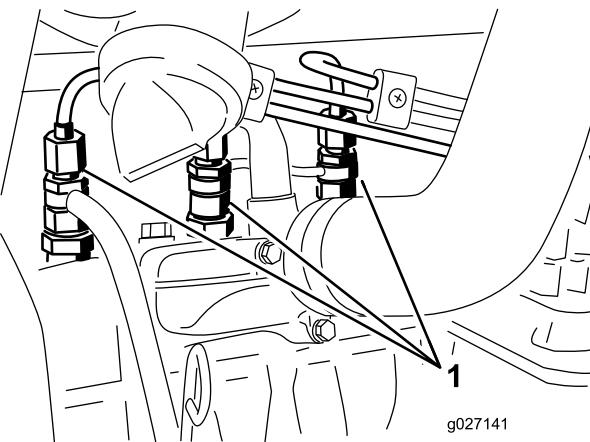

Bild 60
1. Lockern Sie den Leitungsanschluss an der ersten Düse und Halterung (Bild 60).